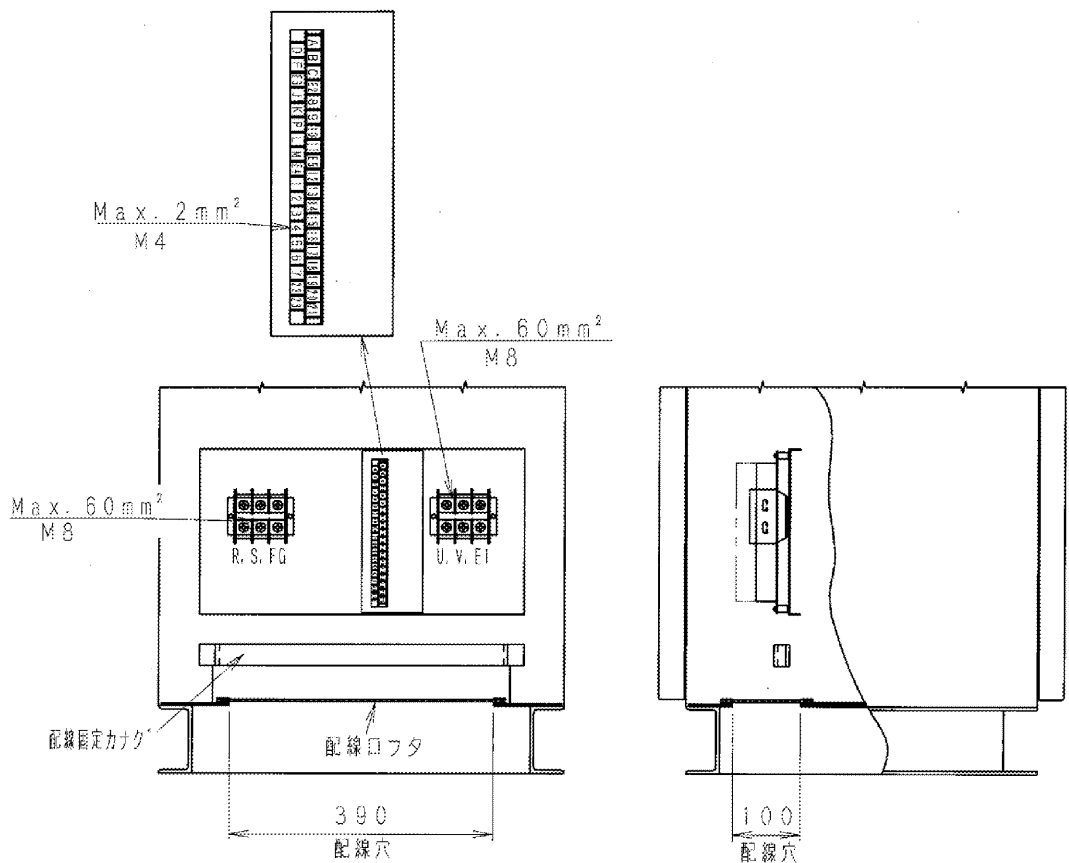

図7. 1 管制器，入出力端子詳細図
- (2) 各端子台は図7. 1のようなものを使用していますので、ネジ径，線径に合った圧着端子を御用意下さい。下記、端子台の配置及び端子記号は一例です。実際の配置及び端子記号は納入仕様書を参照願います。